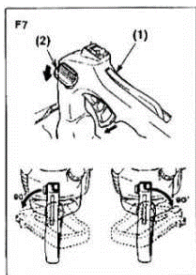

Fig. 6
- Premere la manopola di rotazione (Fig. 6-2) verso il basso e contemporaneamente ruotare l'impugnatura posteriore (Fig. 1-6) verso destra o sinistra (Fig. 6) finché non scatta in posizione;